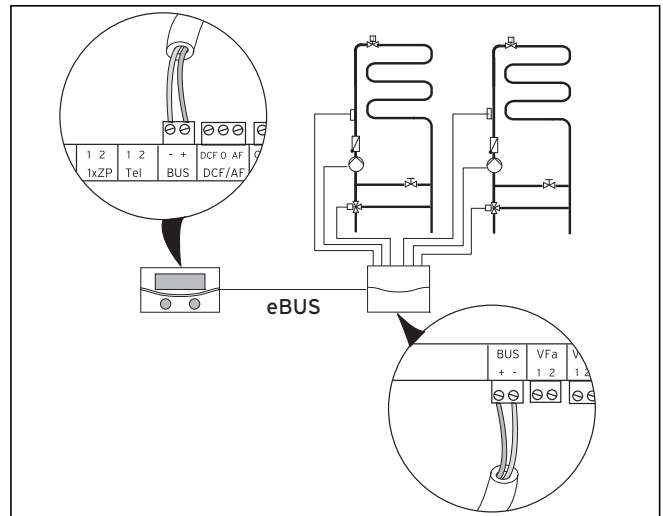

Abb. 7.12 Weitere Mischerkreise mit VR 60 installieren
- Entnehmen Sie den Systemaufbau → **Abb. 7.12**. Beachten Sie die → **Montageanleitung** des Mischermodule.